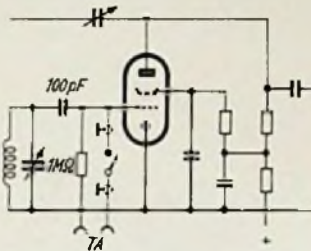

Bild 2. Einfache Gitter-Anschaltung
a) Bei der Anschaltung direkt an das Steuergitter (Bild 2) erhält man wohl eine sehr große Verstärkung, aber die Brummgefahr ist ebenso groß. Es ist deshalb auf sehr gute Abschirmung und kurze Verbindung zum Schalter zu achten.